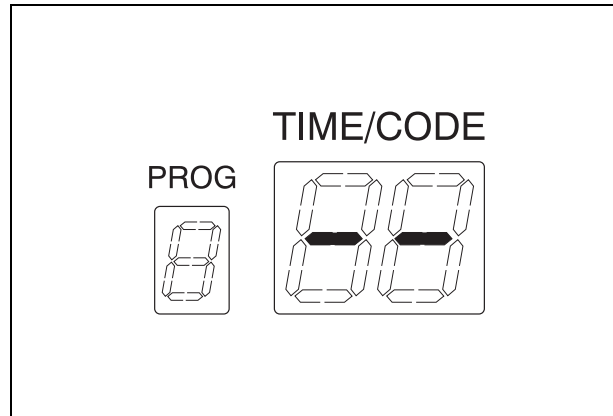

Рис. 7.83
8. При адекватном добавленном количестве вы услышите звуковой сигнал длительностью три секунды, что означает окончание процесса. В этот момент на дисплее TIME/CODE главной панели управления появится значок [- -], что указывает на окончание процесса (см. Рис. 7.83).